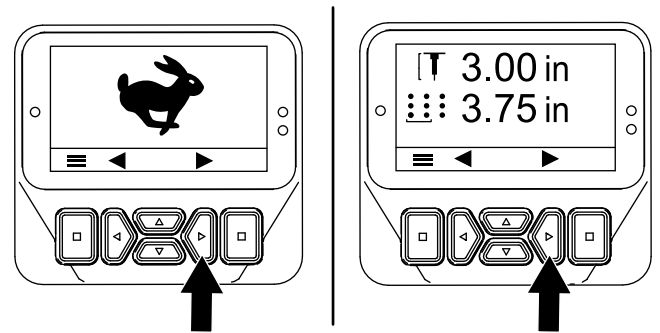
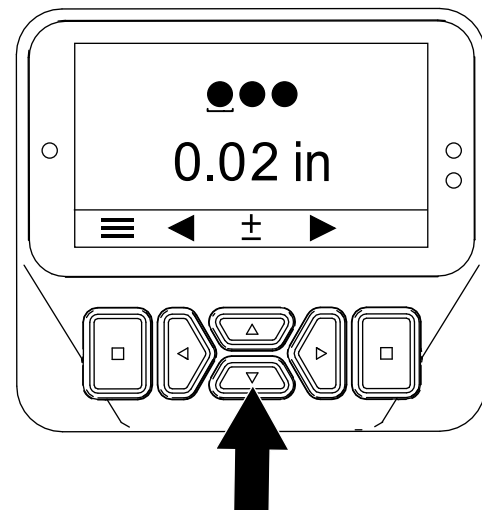

Figure 55
Figure 56
- Appuyez sur le bouton vers la droite jusqu'à ce que l'écran Setting the Tine Diameter (réglage du diamètre des louchets) s'affiche (Figure 55 et Figure 56).
- Réglez le diamètre des louchets à l'aide des boutons supérieur et inférieur (Figure 56) comme suit :